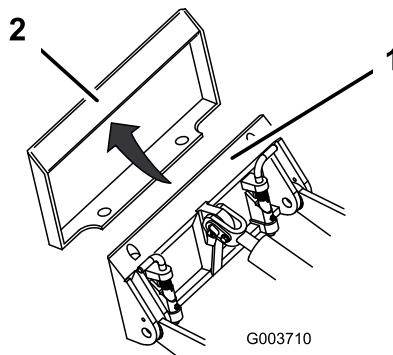

Рисунок 24
4. Вставьте монтажную пластину под верхнюю кромку установочной пластины навесного оборудования (**Рисунок 24**).